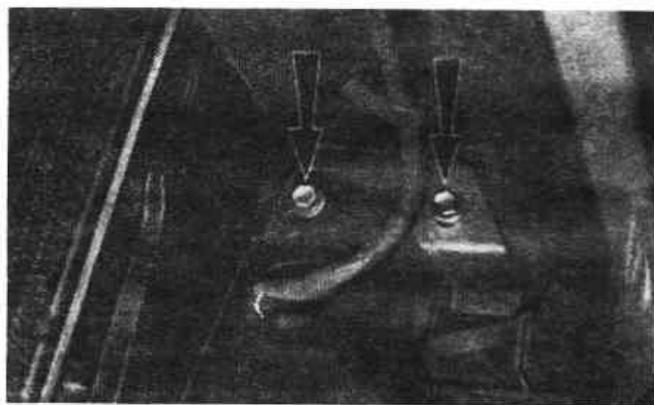

Рис. 12.1. Выверните болты крепления переднего бампера (Разд.2)
2. Выверните болты, шайбы и втулки, крепящие концы бампера к боковинам кузова. Затем отверните два болта, крепящие клыки бампера к кузову (Рис. 12.1).